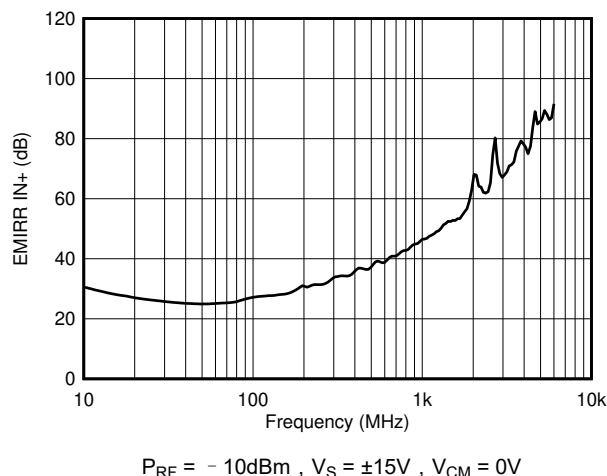

图 8-3. EMIRR 测试
OPAx191 采用集成电磁干扰 (EMI) 滤波来减少无线通信设备、混合使用模拟信号链和数字元件的高密度电路板等干扰源产生的 EMI 效应。利用电路设计技术可以提高 EMI 抗扰度；OPAx191 受益于这些设计改进措施。德州仪器 (TI) 已经开发出在 10MHz 至 6GHz 宽频谱范围内准确测量和量化运算放大器抗扰度的功能。图 8-3 显示了对 OPAx191 执行此测试的结果。表 8-1 显示了在实际应用中 OPAx191 在常见特定频率下的 EMIRR IN+ 值。表 8-1 中列出的应用可在下图所示的特定频率或其近似频率下运行。相关详细信息也可参见运算放大器的 EMI 抑制比应用报告，用户可从 www.ti.com 下载该报告。